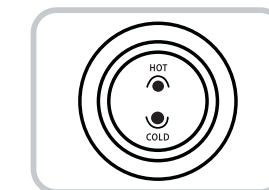

Fig.4
6. Prenda el interruptor de agua caliente, espere unos minutos y luego prenda el interruptor de agua fría. Permita que la unidad alcance las temperaturas mínimas del agua caliente y agua fría. Esto tomará aproximadamente 60 minutos y las Luces Indicadoras se apagarán. (Fig. 4)